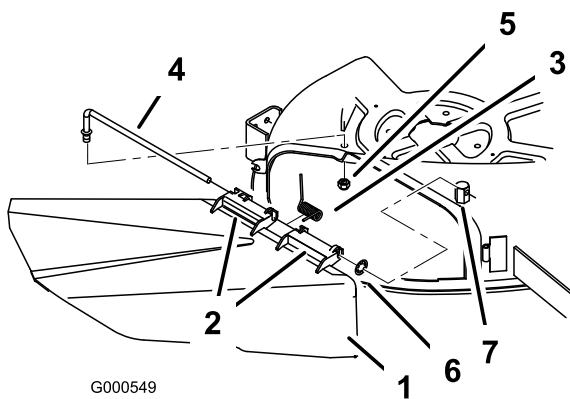

Figura 51
1. Localice los elementos mostrados en la Figura 51.
2. Retire la tuerca (3/8 pulg.) de la varilla (debajo del cortacésped) (Figura 51).
3. Deslice la varilla para retirarla del espaciador corto, de la arandela de freno interna, del muelle y del deflector de hierba (Figura 51). Retire el deflector de hierba dañado o desgastado.
4. Cambie el deflector de hierba y la arandela de freno interna (Figura 51).
6. Coloque el muelle sobre la varilla, con los extremos de los alambres hacia abajo, y entre los soportes del deflector de hierba. Deslice la varilla por el segundo soporte del deflector de hierba y por la arandela de freno interna (Figura 51).
7. Introduzca la varilla, en la parte delantera del deflector de hierba, por el espaciador corto de la plataforma. Fije el extremo trasero de la varilla en el cortacésped con una tuerca (3/8 pulg.) (Figura 51).